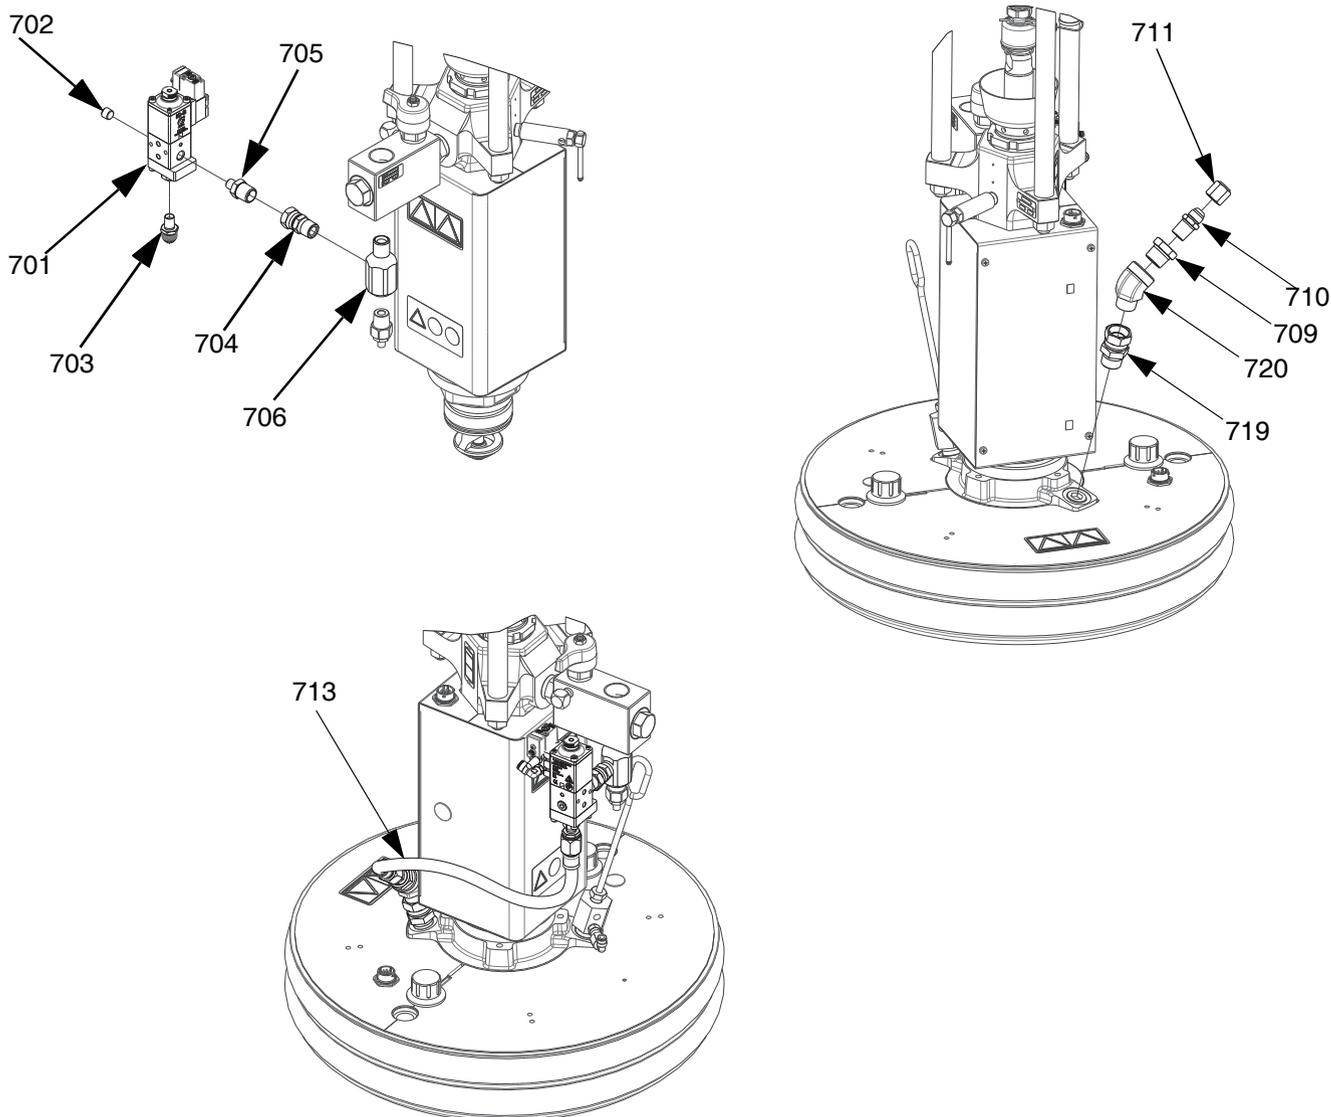

Fig. 55: Kit de válvulas da base, Uretano, 26B637
2. Desligue o transdutor de pressão da porta 5 no motor elétrico (AB).
3. Retire o encaixe do transdutor de pressão (TF) e o encaixe ao qual está ligado, da válvula de verificação do líquido (AE).
4. Utilizando fita de rosca, monte o encaixe em T de 1/2 NPT (706) na válvula de verificação do líquido (AE) e depois reinstale o encaixe do transdutor de pressão (TF) no fundo do encaixe em T de 1/2 NPT (706).
5. Com fita de rosca, monte a articulação 1/2 NPT (705) no encaixe em T de 1/2 NPT (706). Consulte a FIG. 55.
6. Monte a válvula da base (701) no encaixe articulado de 1/2 NPT (706) utilizando o adaptador 1/4 NPT x 1/2 NPT (704) e depois aperte.
7. Monte a mangueira de recirculação (713) na válvula da base (701) e aperte.
8. Volte a ligar o transdutor de pressão à porta 5 no motor elétrico (AB).